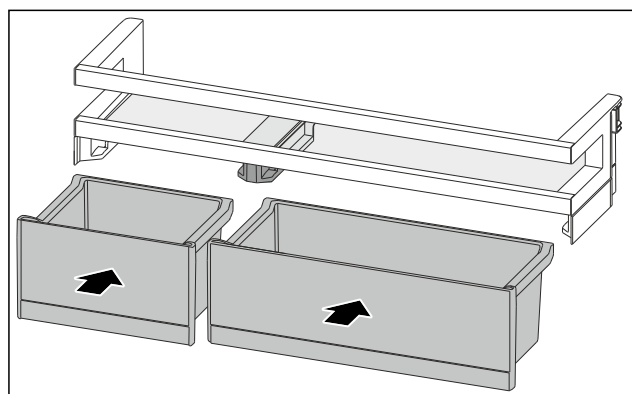

Fig. 128
- Installer les VarioBoxes dans l'agencement inverse. (voir Fig. 128)